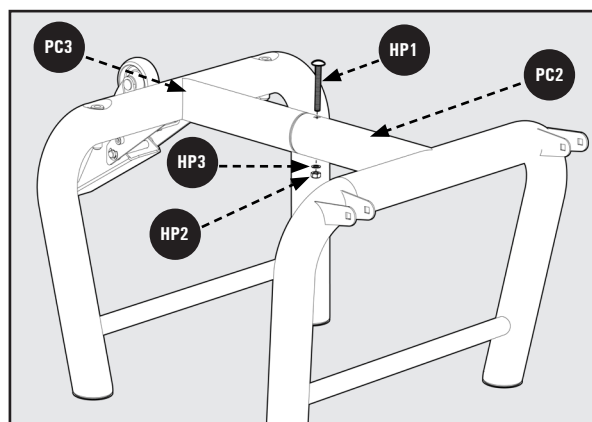

Figure 1
1. Raccordez les deux jambes du tube en insérant l'extrémité de la jambe gauche (PC2) dans l'extrémité de la jambe droite (PC3). À l'aide d'une clé de 13mm, fixez-la avec un boulon de carrosserie M8 x 75mm (HP1), Rondelle plate M8 (HP3), un écrou M8 Nylock (HP2), puis serrez. Comme le montre la Figure 1.